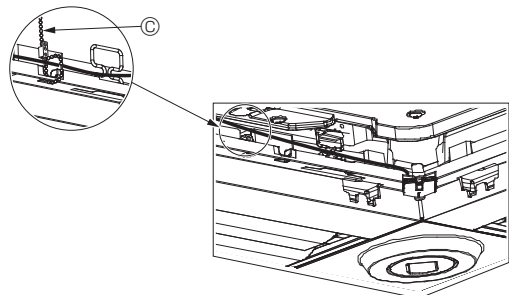

Fig. 5-13
- Zeker de bedrading van de i-See-sensor en signaalontvanger op het paneel met de clip zoals aangegeven in de tekening, zodat er geen speling in de bedrading zit en snij vervolgens het overtollige eind van de clip af. (Fig. 5-13)
- Als de positie van de i-See-sensor is gewijzigd van de positie "o" (E) naar de positie "□" (F), wijzig dan de schakelaarinstellingen. (Raadpleeg pagina 61.)